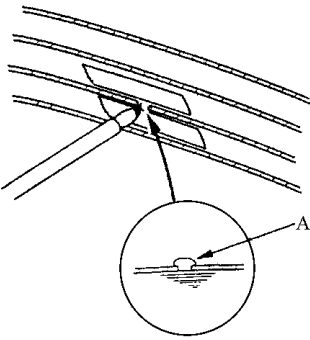

图 12-96 用小刷子涂导电银粉漆
3) 如图 12-96 所示，使用小刷子，在破损部位的两端之间，涂上一层厚厚的导电银粉漆(市面上可以购买到)，并向破损部位两端延伸大约 3.18mm。等待 25min，使之变干。